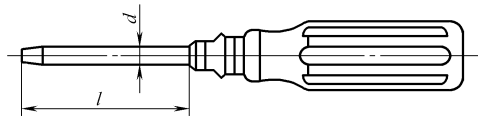

图 1-2 十字形螺钉旋具
2) 十字形螺钉旋具按旋杆与旋柄的装配方式分为普通式（用 P 表示）和穿心式（用 C 表示）两种。十字形螺钉旋具按旋杆的强度分为 A 级和 B 级两个等级。十字形螺钉旋具如图 1-2 所示，其规格见表 1-3。